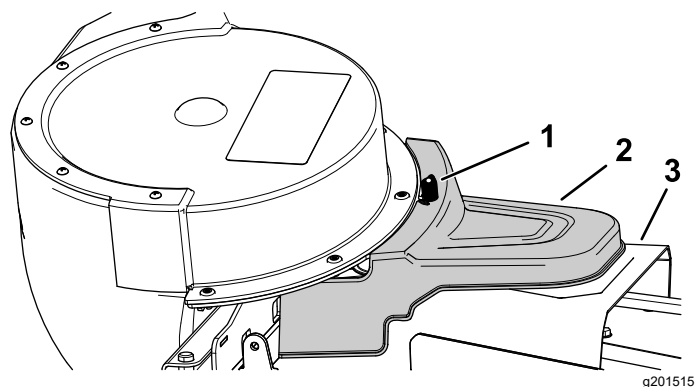

Figure 28
5. Placez le couvercle du système de ramassage assisté par dessus le protège-courroie, et fixez-le en serrant les boutons (Figure 28).